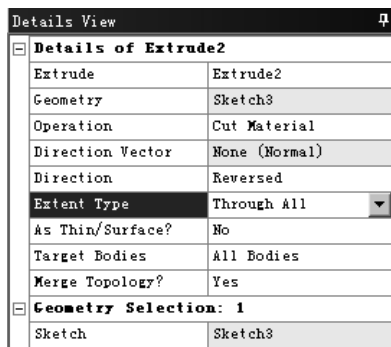

图 3.9.18 “Details View”对话框
(2) 在工具条中单击  Extrude 按钮，弹出图 3.9.18 所示的“Details View”对话框，使用草图 3 作为截面，在 **Operation** 下拉列表中选择 **Cut Material** 选项，在 **Extent Type** 下拉列表中选择 **Through All** 选项，其他采用系统默认设置值。单击工具条中的  Generate 按钮，完成拉伸特征 2 的创建。